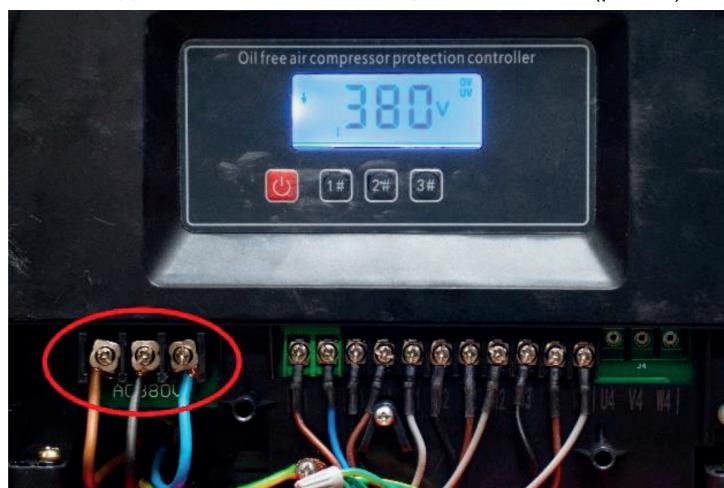
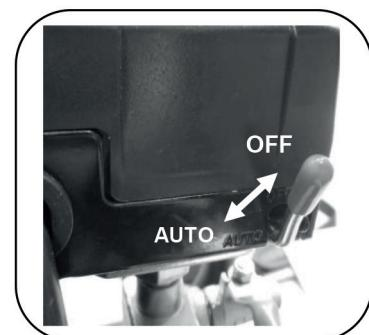

Рис. 6
Рис. 8
В соответствии с цветовым обозначением фаз питающей сети подключите кабель, согласно прилагаемой схеме. При правильном подключении, на информационном табло выводится значение питающей сети 380В. (рис. 6)
Убедитесь, что рычаг на реле давления находится в положении выключено «О» (OFF). (рис. 8)
1. Переведите рычаг на реле давления в положение «AUTO» (ВКЛ). (рис.8)
2. Нажмите кнопку включения  на панели управления (рис. 6).
данной модели компрессора), вы можете выбрать необходимое количество работающих поршневых блоков исходя из ваших потребностей (рис. 6).
Для выключения компрессора нажмите на кнопку  на панели управления (рис. 6). Переведите рычаг на реле давления в положение «OFF» (рис. 8). После завершения работы с компрессором отключите его от электросети и стравьте воздух из ресивера.